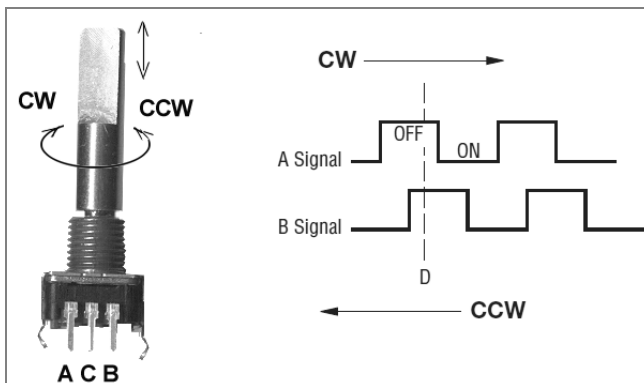

Abb. 10.9: Drehgeber mit Bourns PEC11-4230F-S0024 und Signalverlauf nach Datenblatt
Zur Bedienung eines Geräts, aber auch zur Messung eines Drehwinkels bei einem Antrieb, werden Inkrementalgeber verwendet. Diese Drehgeber haben zwei Kontakte (A und B) und geben abhängig vom Winkel einen einschrittigen Code (Gray Code) aus. Das bedeutet, dass weder bei einer Drehbewegung im Uhrzeigersinn (CW) noch im Gegenuhrzeigersinn (CCW) beide Schalter gleichzeitig den Schaltzustand wechseln werden. Der unten abgebildete und verwendete Drehgeber von Bourns PEC11-4230F-S0024 (rs-components.de, Bestellnummer 737-7764) hat zusätzlich einen Kontakt, der durch Drücken (Pfeilrichtung in Bild 10.9) betätigt werden kann. Mit dem Drehgeber kann man eine schöne Menüführung aufbauen.